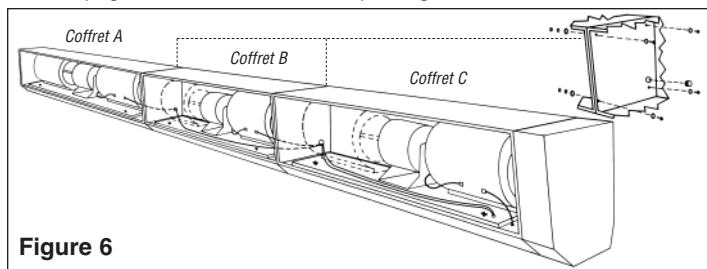

Figure 6
Pour unités à trois coffrets : 108, 120, 132 et 144" de large (voir la Figure 6 en page 6)
1. Déterminez l'emplacement de montage du coffret central (voir Figure 6).